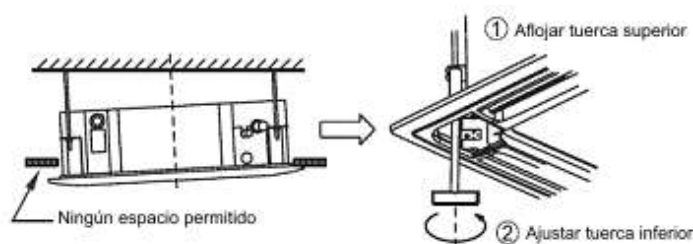

Fig. 4-15
- Si sigue habiendo espacio entre el panel y el techo después de apretar los tornillos, la altura de la unidad interior deberá modificarse de nuevo. *(Consulte la Fig. 4-15-izquierda)*